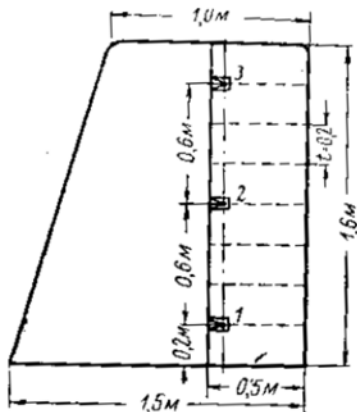

Рис. 1
3. На рис. 1 представлена схема вертикального оперения. Крепление руля направления к килю производится в точках 1, 2, 3. Максимальная скорость полёта у земли $v_{\max} = 950$ км/час. Для случая маневренной нагрузки определить разрушающую нагрузку на руль направления. Согласно нормам прочности, воздушная нагрузка на вертикальное оперение определится по формуле $P_{\text{в.о.}}^{\text{р}} = \pm 0,37 \cdot q_{\max} \cdot S_{\text{в.о.}}$. Коэффициент безопасности $f = 2$. Распределить нагрузку по размаху и площади руля, распределить нагрузку по нервюре и построить эпюры поперечных сил и изгибающих моментов по размаху руля. Принять изгибную жёсткость руля по размаху постоянной, а опоры руля считать абсолютно жёсткими. Распределение воздушной нагрузки по хорде вертикального оперения в рассматриваемом случае представлено на рис. 2.